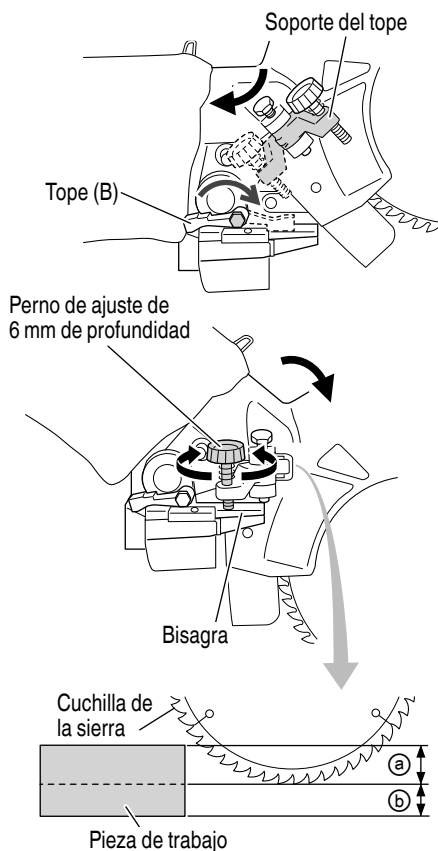

Fig. 50
Las ranuras podrán cortarse en la pieza de trabajo regulando el perno de ajuste de profundidad de 8 mm (Fig. 50).
- (1) Gire el soporte del retén en la dirección que se muestra en la Fig. 50. Baje el cabezal del motor y gire el perno de ajuste de 6 mm a mano. (Donde la cabeza del perno de ajuste de 6 mm hace contacto con la bisagra.)
- (2) Ajuste a la profundidad de corte deseada regulando la distancia entre la cuchilla de sierra y la superficie de la base (Fig. 50).